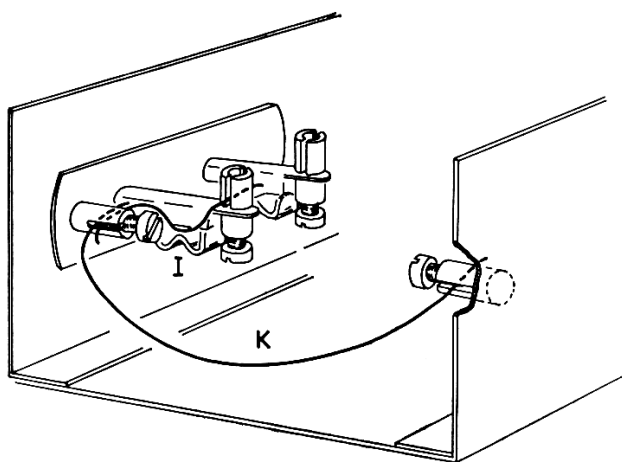

Fig. B21
14. Leg vervolgens de blanke draden I (lengte 3 cm) en K (lengte 9 cm) (fig. B21).